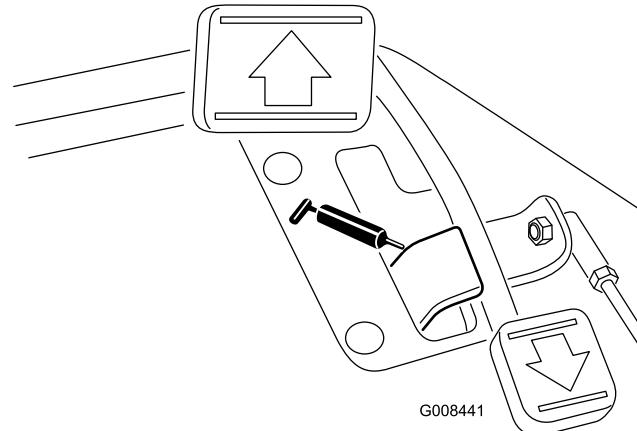

Figura 43
- Perno del pedale della trazione (Figura 43)